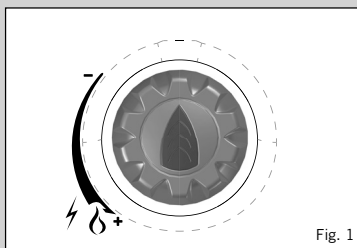

Fig. 1
- Voordat de gastoevoer aangesloten wordt, eerst controleren of de gaskraan van het toestel in de uit stand staat door de bedieningsknop helemaal rechtsom te draaien (zie fig. 1).
- Om de gasfles aan te sluiten, eerst controleren of de gaskraan van het toestel in de uit stand staat door de bedieningsknop rechtsom te draaien tot aan zijn aanslag (zie fig. 1). Ervoor zorgend dat de gasfles rechtop wordt gehouden, de gas container rechtsom op het ventiel schroeven totdat deze volledig goed aangesloten zit, alleen handvast aandraaien. Wanneer de container te vast aangedraaid zit kan dit het ventiel van de cilinder beschadigen.